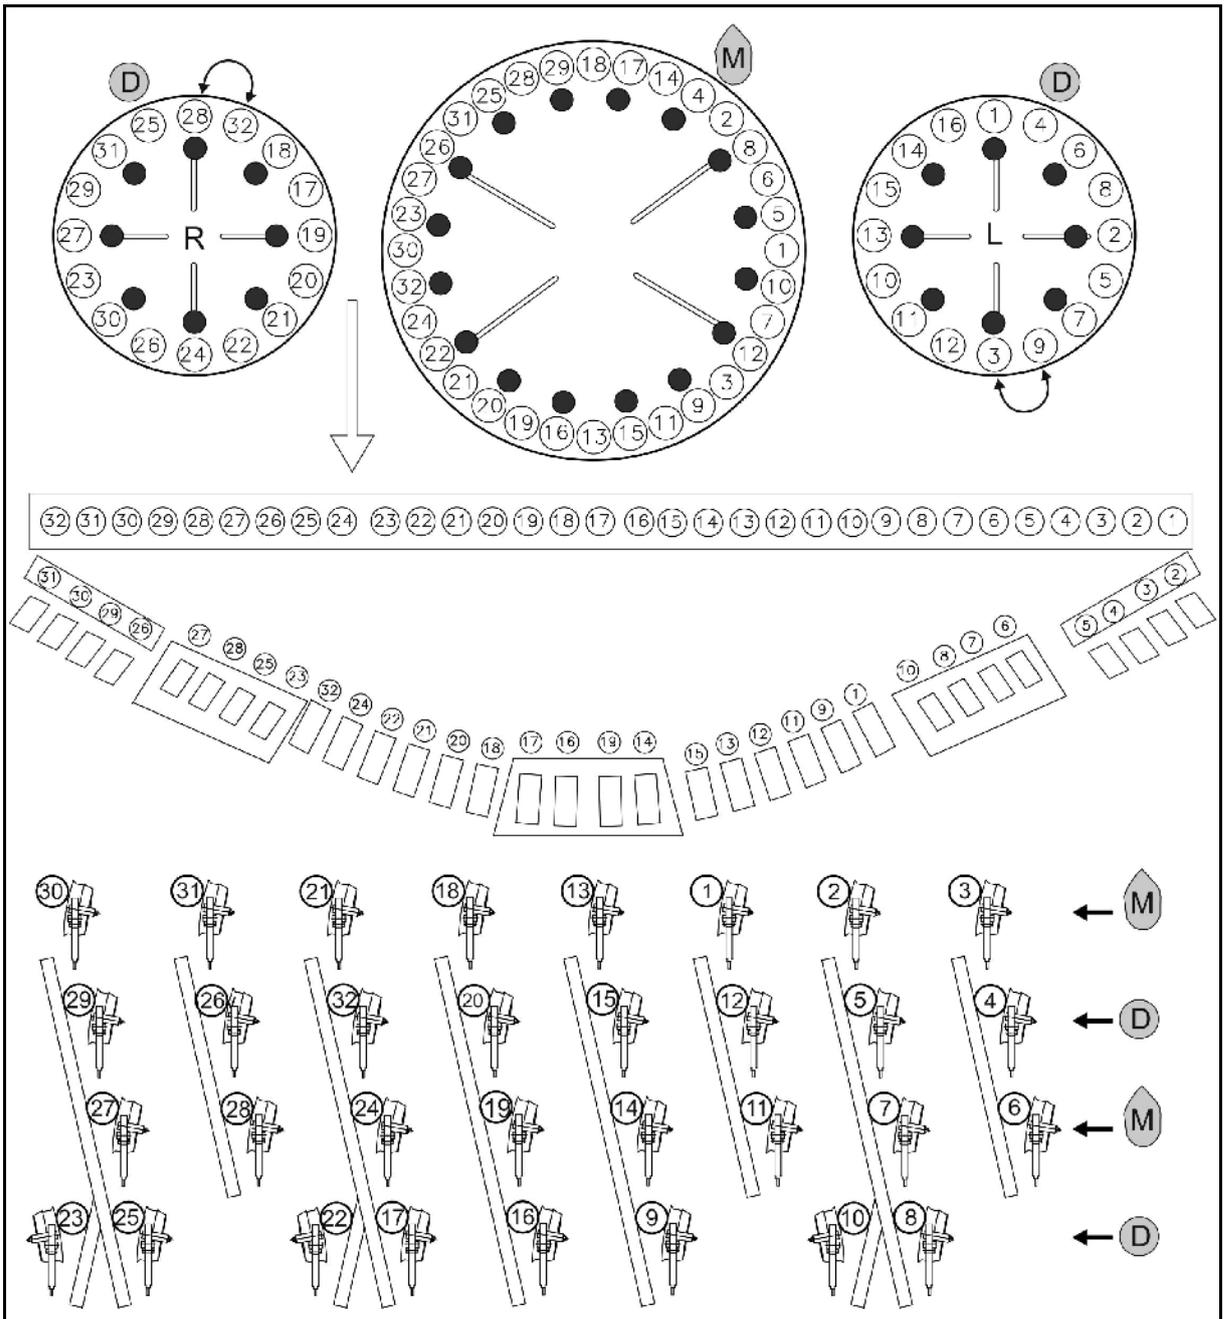

Fig. 52
- Mais M: Verschlussstopfen  entsprechend Fig. 52 montieren.
- Dünger D: Verschlussstopfen  entsprechend Fig. 52 montieren.